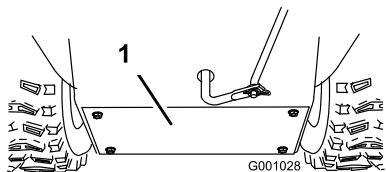

**Рисунок 41**
Раз в год наносите на шестигранный вал тонкий слой автомобильного двигательного масла (Рисунок 41).
**Внимание:** Не допускайте попадания масла на резиновое колесо и алюминиевый фрикционный диск привода для того, чтобы исключить проскальзывание привода тяги (Рисунок 41).